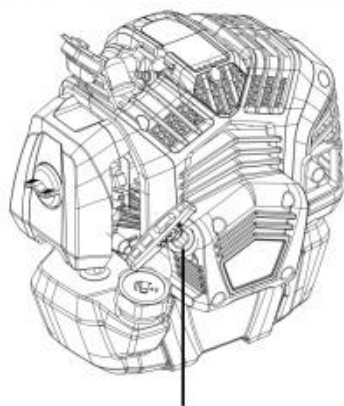

Fig. 28
2. Maintenez le produit stable et tirez légèrement la poignée du lanceur à rappel jusqu'à ce que vous sentez une résistance puis tirez-le rapidement. Répétez l'opération jusqu'à ce que le moteur démarre (Fig. 28).